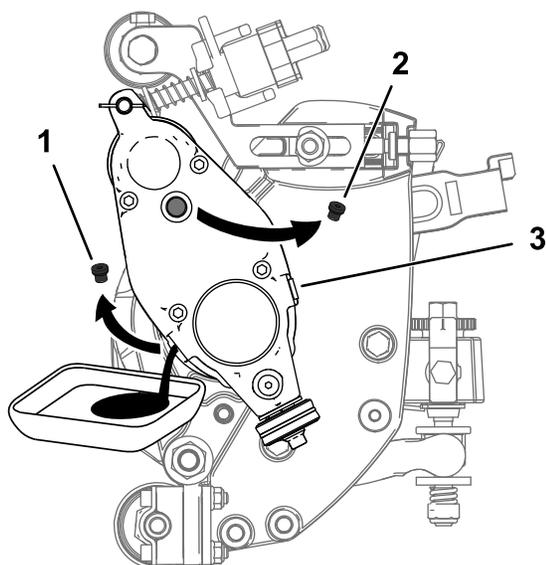

Figura 26
5. Inclinate verticalmente l'apparato di taglio fino a quando il foro di spurgo non si trova nella parte inferiore per garantire uno spurgo completo (Figura 26).